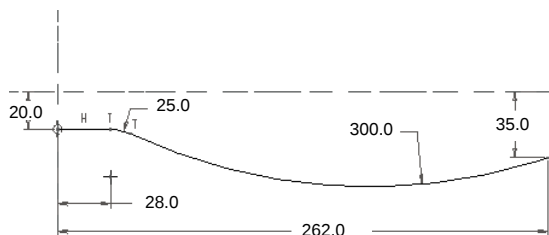

图 6.7.3 截面草图
(3) 创建草绘图。接受默认草绘参照，然后绘制图 6.7.3 所示的截面草图，完成后单击按钮 **✓**。